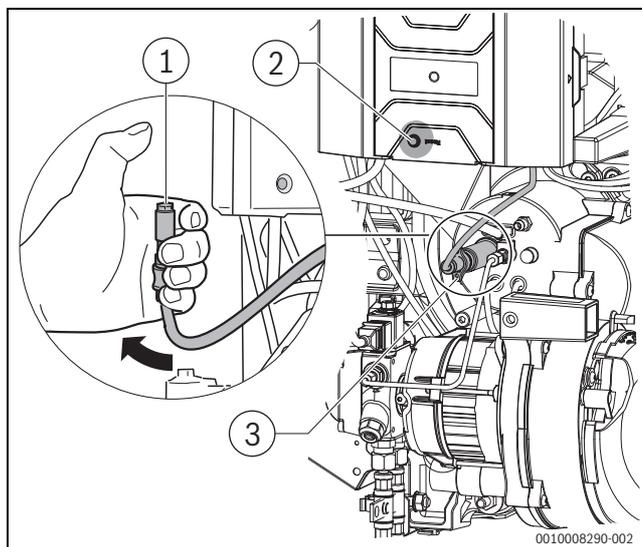

Bild 44 Flammenfühler auf Funktion prüfen
- ▶ Flammenfühler bei laufendem Brenner am vorgesehenen Griff aus der Halterung ziehen (→Bild 44, [3])
- ▶ Flammenfühler mit Daumen abdecken(→Bild 44, [1]). Es muss nach Wiederanlauf eine Störabschaltung erfolgen.
- ▶ Nach einer Wartezeit von ca. 30 Sekunden den Feuerungsautomat durch Drücken der Reset-Taste (→Bild 44, [2]) oder der Reset-Taste am Regelgerät entriegeln.